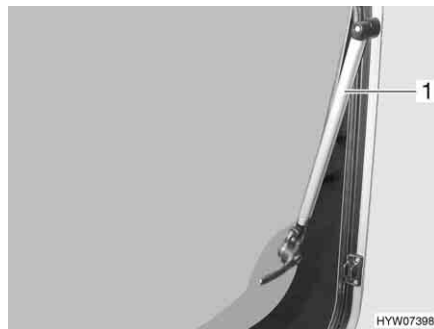

Bild 59 Överkantshängt fönster med automatik-spärr
- Öppna det överkantshängda fönstret till önskat läge. Automatik-spärren (Bild 59,1) hakar fast automatiskt.